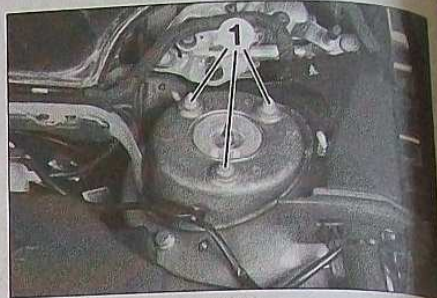

FIG.3
- les écrous de fixation supérieure (1) (Fig.3) de l'élément de suspension.